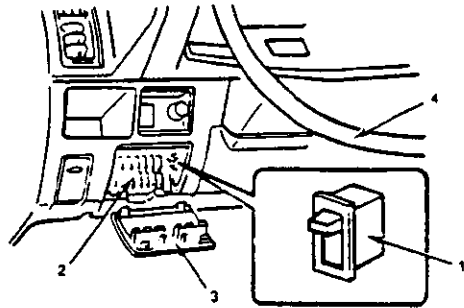

图 1-9 氧传感器指示灯复位开关
1) 确保点火开关在 OFF,取下熔丝板的盖,并将“撤销开关”打到 ON 位置,如图 1-9 所示。